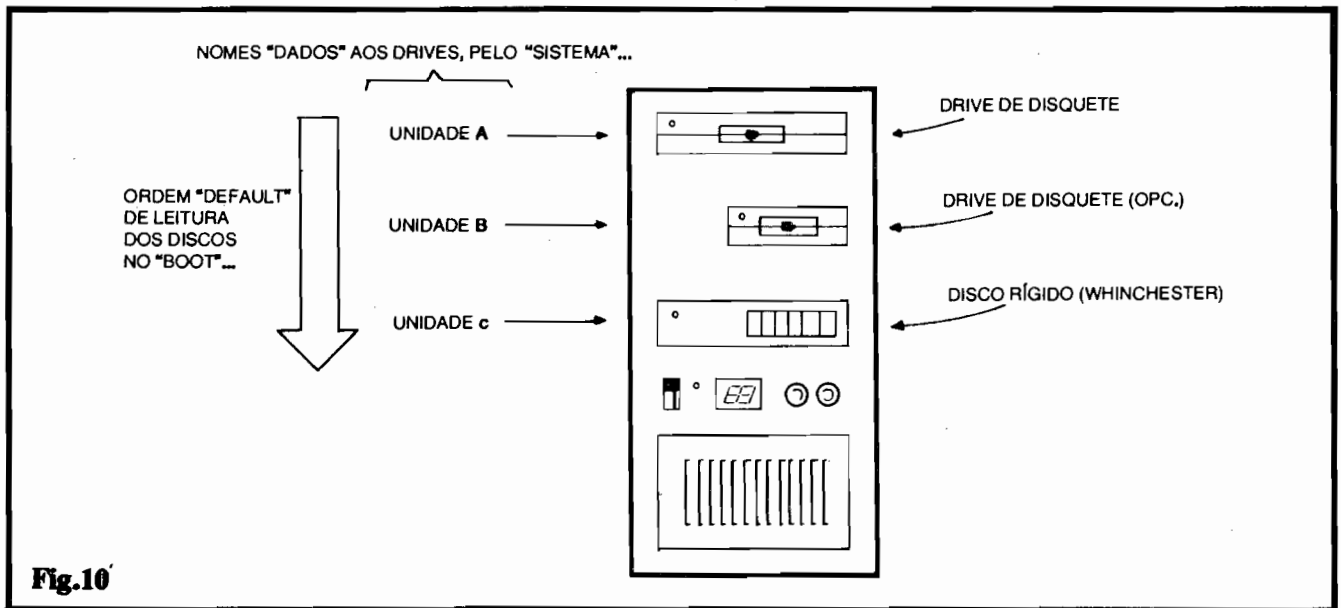

Fig.10
- **FIG. 10 - OS "NOMES" DOS DRIVES, DADOS PELO PRÓPRIO SISTEMA INTERNO DO PC...** - Tradicionalmente, por **DEFAULT** (como se diz em **INFORMÁTICA**...) o **drive** de disco rígido (**winchester**) é denominado, pelo próprio SISTEMA OPERACIONAL, ou até pelo próprio PROGRAMA DE **SET UP (BIOS)**, de **unidade C**. O primeiro **drive** de disquete (na ordem automática de "leitura", durante a inicialização...) é, também por **default**, chamado de **uni-**